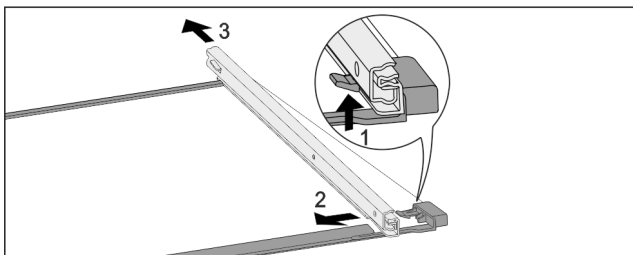

Fig. 157 Üveglap sínekkkel
- ▶ Nyomja felfelé az elülső akasztókampót. Fig. 157 (1)
- ▶ Tolja ki oldalra Fig. 157 (2) és hátra Fig. 157 (3) a kihúzó-sínt.